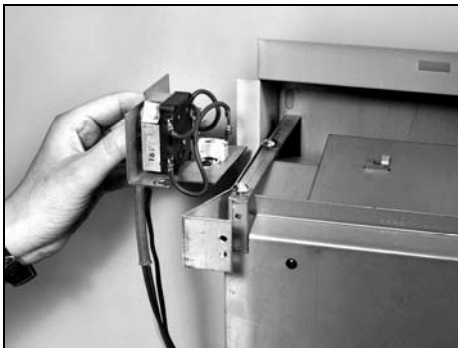

fig.10
- Pour une fixation au mur, retirez tout d'abord l'équerre avec les composants électriques du convecteur. Pour ceci, dévissez les deux vis se trouvant au niveau de l'équerre (2 tours sont nécessaires). Soulevez légèrement l'équerre et tirez-la vers la gauche (fig. 10).
- Remplacez l'équerre comprenant les composants électriques du convecteur (fig.10). Pour cela, poussez l'équerre jusqu'au blocage sous les 2 vis et revissez.